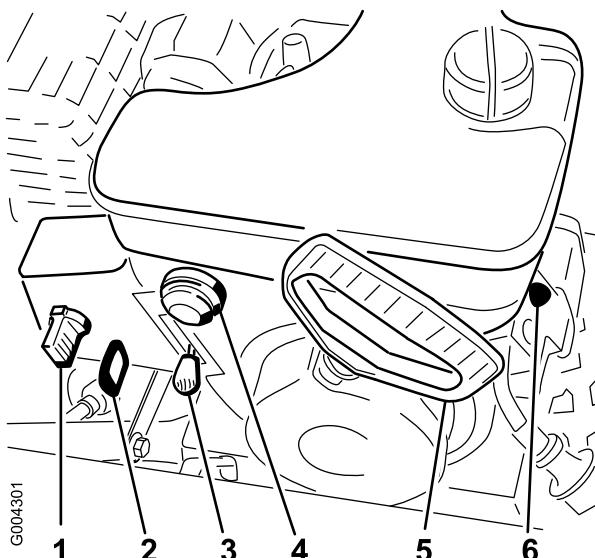

Рисунок 14
2. Выньте ключ из свечи зажигания (Рисунок 14).
3. Вытяните воздушную заслонку в положение off (закрыто) (Рисунок 14).
2. Переведите рычаг дроссельной заслонки в положение Fast (Быстро) (Рисунок 14).
5. Поверните заслонку в положение On (Рисунок 14).
6. Вставьте ключ зажигания (Рисунок 14).
7. Закройте отверстие в центре ручки пускового насоса (Рисунок 14) большим пальцем и плавно нажмите на ручку 3 раза, делая паузы между нажатиями.
8. Захватите ручку механического стартера (Рисунок 14) и плавно вытягивайте ее до обеспечения надежного сцепления; затем энергично потяните ее для запуска двигателя.
10. После того, как двигатель запустился, немедленно поверните ручку воздушной заслонки (Рисунок 14) в положение 3/4. Когда двигатель прогревается, поверните ручку воздушной заслонки в положение 1/2. Когда двигатель достаточно прогреется, поверните ручку воздушной заслонки в положение Off (Закрыто).